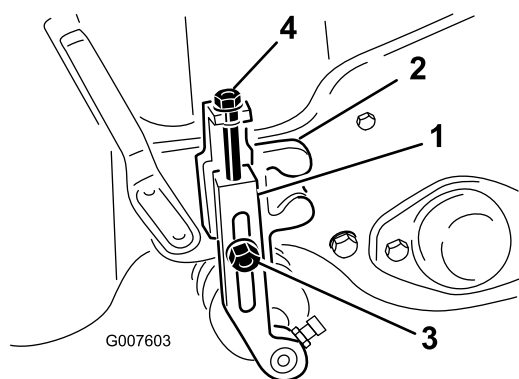

Рисунок 48
2. Ослабьте контргайки, которые крепят рычаги высоты скашивания к кронштейнам высоты скашивания (Рисунок 48).